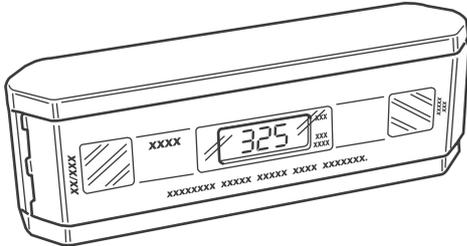
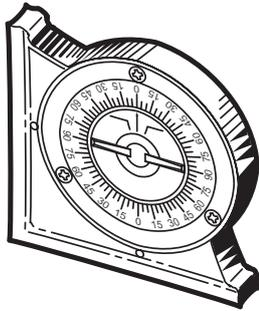

Figura 13.1
Figura 13.2
- Um inclinômetro ou um transferidor de nível de bolha para medir os ângulos da linha de transmissão. Figura 13.1 e Figura 13.2.